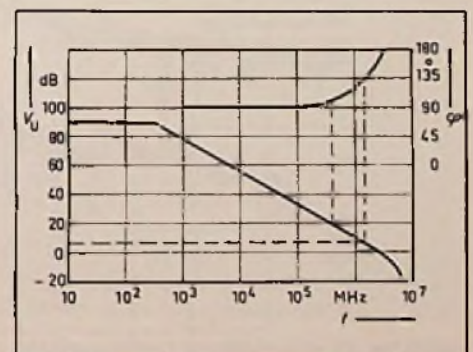

Bild 4: Leerlaufverstärkung V_U und Phasengang ϕ des TCA 365
In **Bild 4** ist der typische Frequenzgang der Leerlauf-Spannungsverstärkung sowie der dazugehörige Phasengang zu sehen. Bei einer Phasenreserve von 45° läßt sich der Operationsverstärker (OP) auf etwa 10 dB gegenkoppeln. Das Überschwingen der Ausgangsspannung im Impulsbetrieb ist ab einer Verstärkung von 20 dB minimal (Phasenreserve $\approx 70^\circ$).